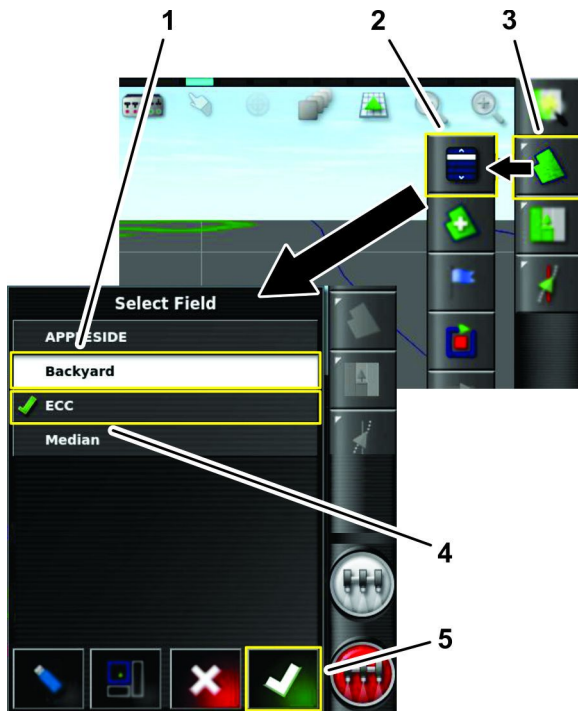

Figura 35
1. Pressione o ícone Menu de campos e, em seguida, o ícone Selecionar campo (Figura 35).
2. Na lista de seleção de campos, pressione o ícone do campo a ser pulverizado e, em seguida, pressione o ícone Confirmar (Figura 35).